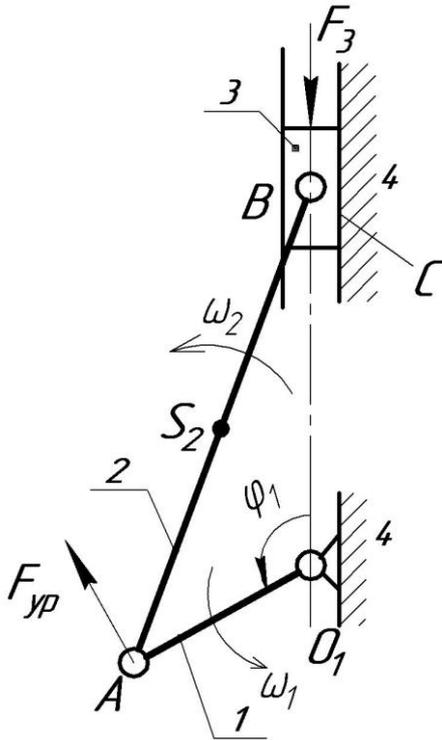

Рисунок 1
**Задача 1.** Кривошип 1 кривошипно-ползунного механизма (рис. 1) вращается с постоянной частотой  $n_1$ . Длина кривошипа 1  $\ell_{O_1A}$  и шатуна 2  $\ell_{AB}$  заданны в таблице 2.